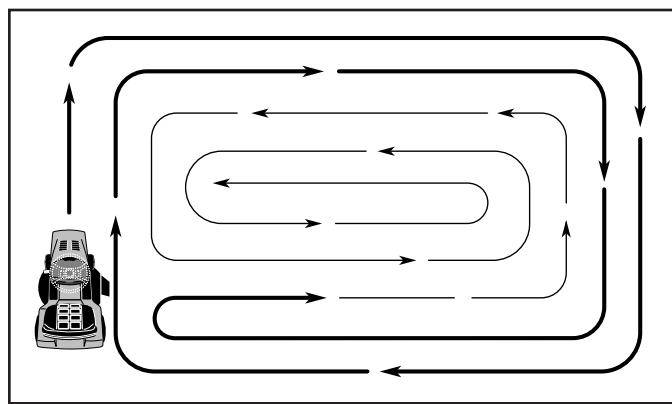

Fig. 26
- Al segar las áreas grandes, empiece girando a la derecha de modo que los recortes se descarguen, alejándose de los arbustos, cercos, entradas de automóviles, etc. Despues de una o dos vueltas, siegue en la dirección opuesta, haciendo virajes a la izquierda, hasta que termine (Vea Fig 26).